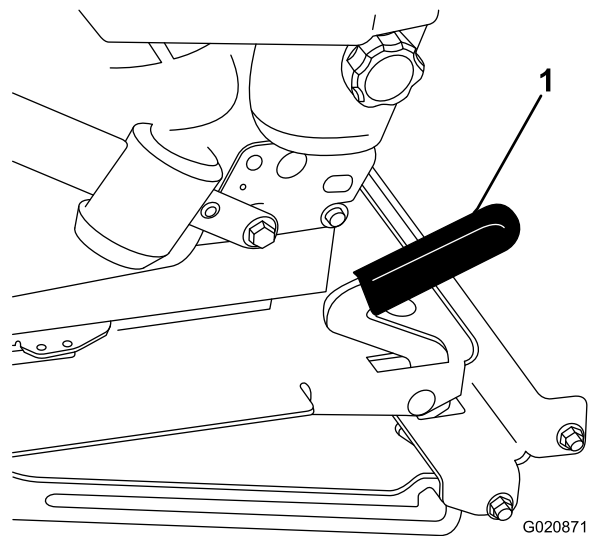

図 16
2. ラッチを前方に引いて持ち上げるとラッチが外れる(図 16)。